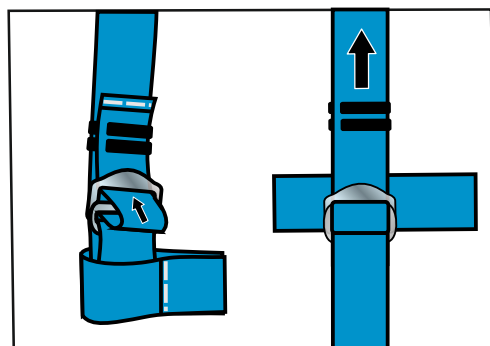

рис. 7
7. Отрегулировать длину и натяжение лямок (**рис. 7**).